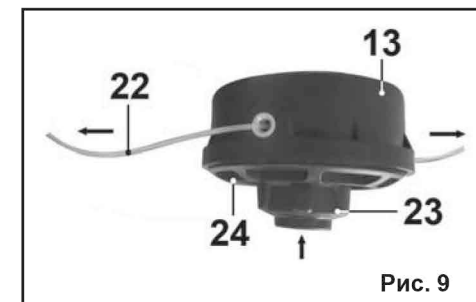

Рис. 9
8.2.7. Во время работы триммерная леска (22) изнашивается (расходуется). Во время работы слегка ударьте нажимной головкой триммерной катушки (23) по земле (Рис.9). Длина лески увеличится. При необходимости операцию повторите. Излишняя леска будет срезана ножом (20) установленным слева на защитном кожухе (12).